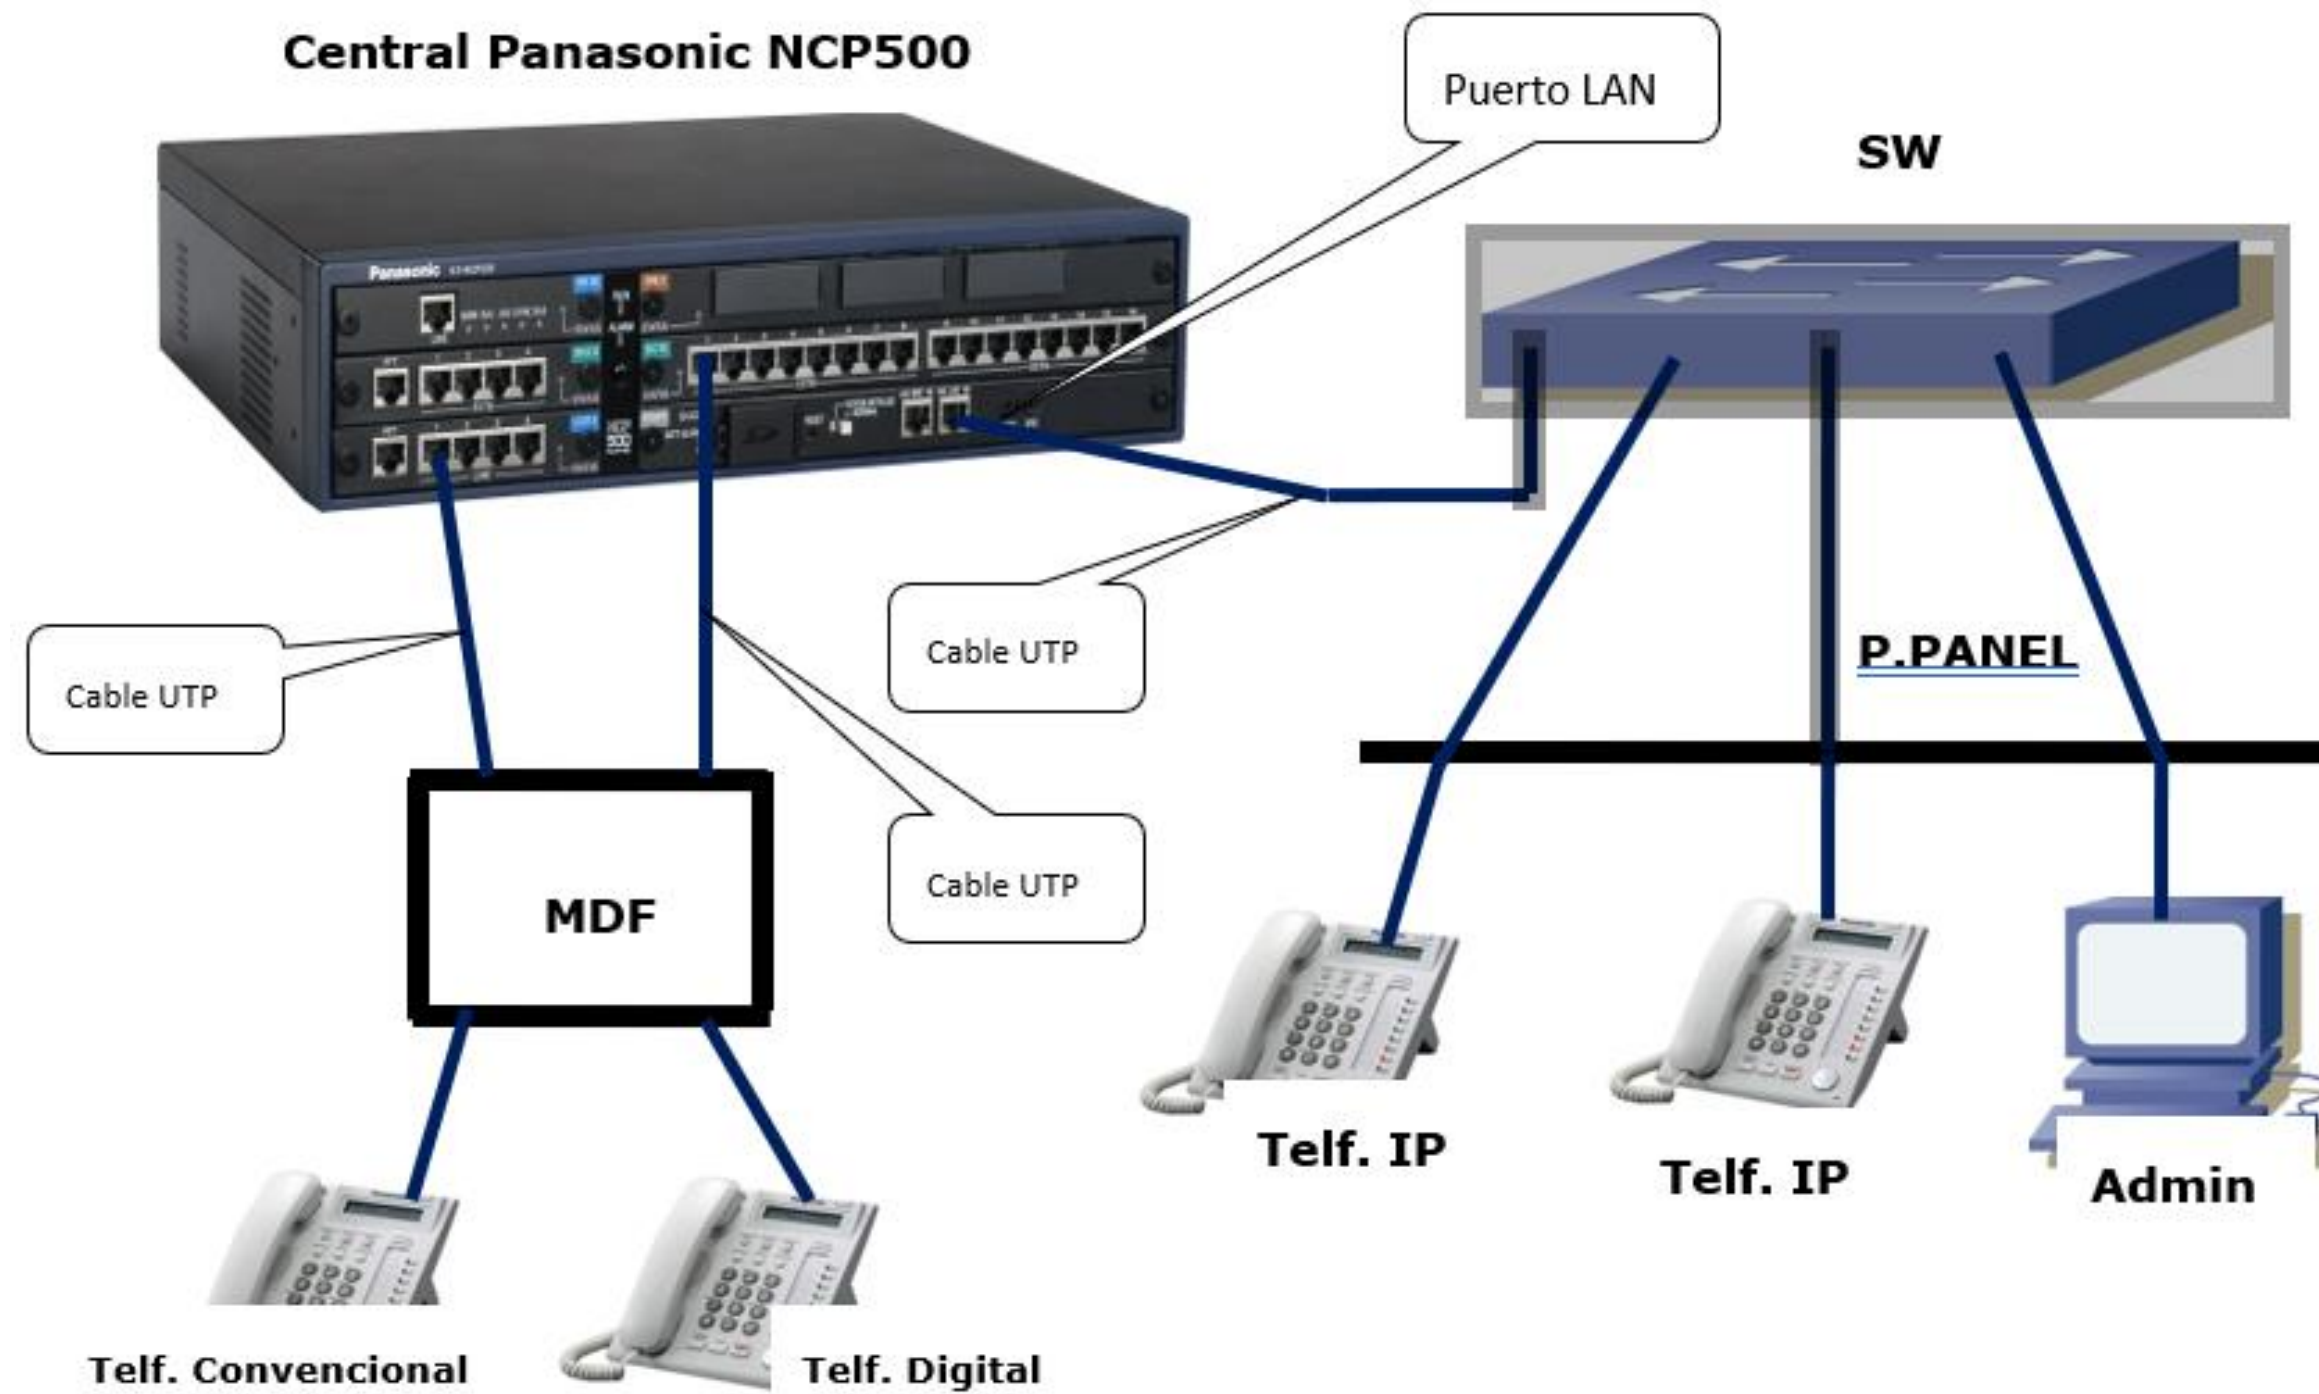

Figura 6. Diagrama de cableado general
- En este laboratorio se pretende implementar el sistema telefónico basado en una central telefónica del tipo PBX-IP Panasonic, con los diferentes tipos de terminales telefónicos y poder administrar la central telefónica, con los recursos que provee. A continuación, se tiene un diagrama de la Figura 6, asociado a la conexión necesaria para la implementación del sistema para luego realizar las actividades propuestas.